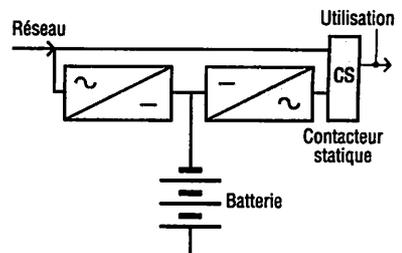

Fig. 18 : L'ASI intervient en parallèle avec le réseau, ou montage « off-line ».
b) Alimentation sans coupure en parallèle avec le réseau (fig. 18)